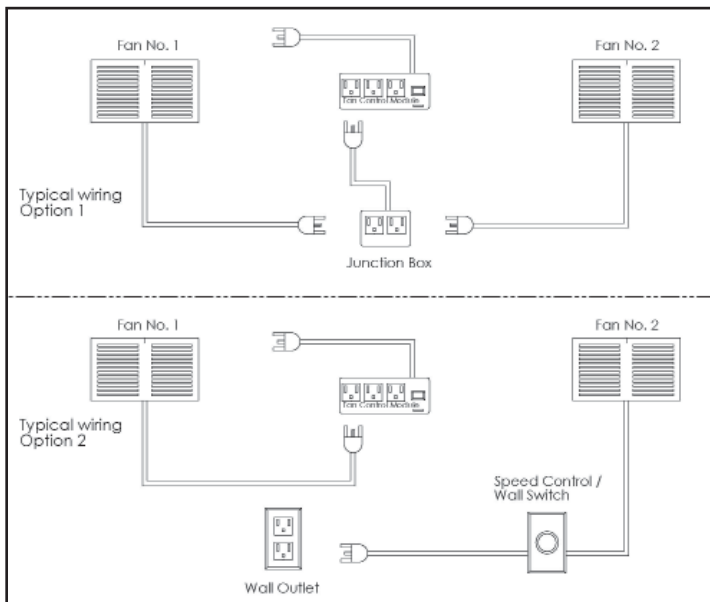

Figure 9 : Options du filage du ventilateur.
- f) Pour les options de filage, voir la figure 9.